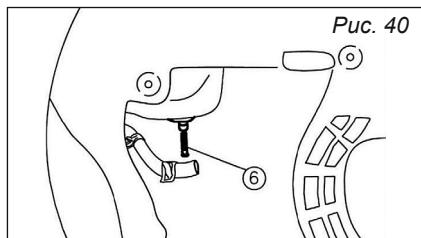

Рис. 40
3. Выньте топливный фильтр ⑥, *рис. 40.*